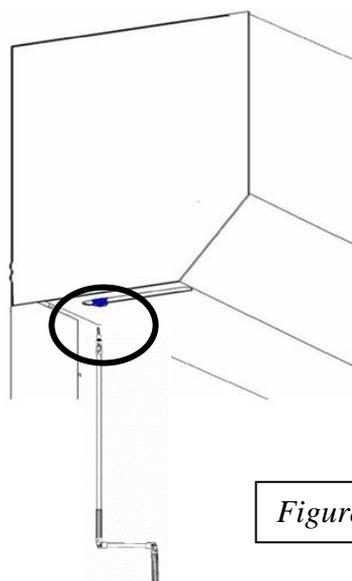

Figure 8
- Vous disposez d'une sortie de secours dans laquelle vous pouvez engager la manivelle de secours, tige fixée au moteur (*Figure 8*)